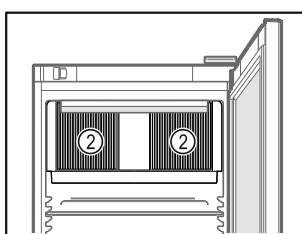

Fig. 49
- Udržiavajte voľné vetracie štrubiny Fig. 49 (2) cirkulačného ventilátora vo vnútornom priestore.